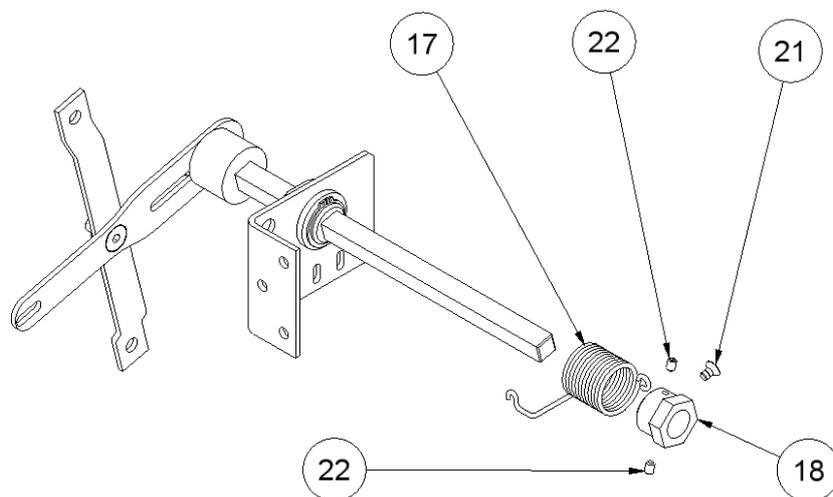

Figure. 6
ressort au tendeur moyennant d'une vis M6x10 DIN 7991 8.8 (20) et accrochez l'autre extrémité du ressort à une des rainures de la plaque base. Finalement, fixez le tendeur au bras de l'arrimage limiteur avec les deux vis prisonnières M6x8 DIN913-45H (18). On doit faire la prétension du tendeur de façon que le ressort oblige à tenir le tireur vers le bas. – Fig.6 –